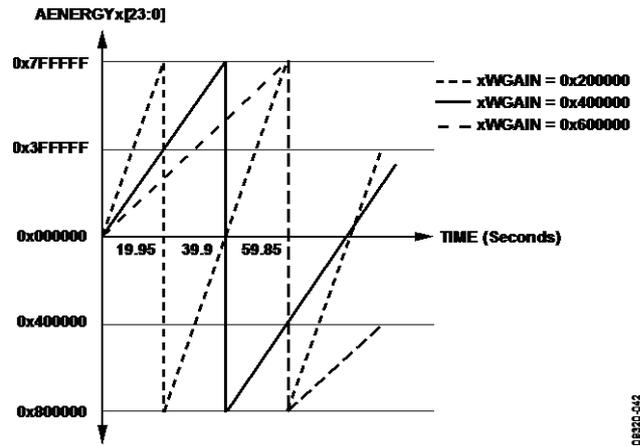

図 46. 電力量レジスタのロールオーバー時間
ADE7953 の積算レジスタのディスクリット時間サンプル周期 (T) は 4.76 μs (1/210 kHz) です。これはフルスケール入力に対する電力量レジスタのロール・オーバー・レートを示す図 46 に説明されています。